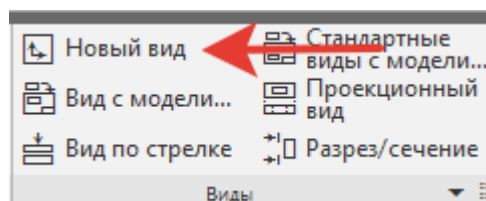

Рисунок 65.
2. На инструментальной панели **Виды** – открываем **Новый вид** (рисунок 65).